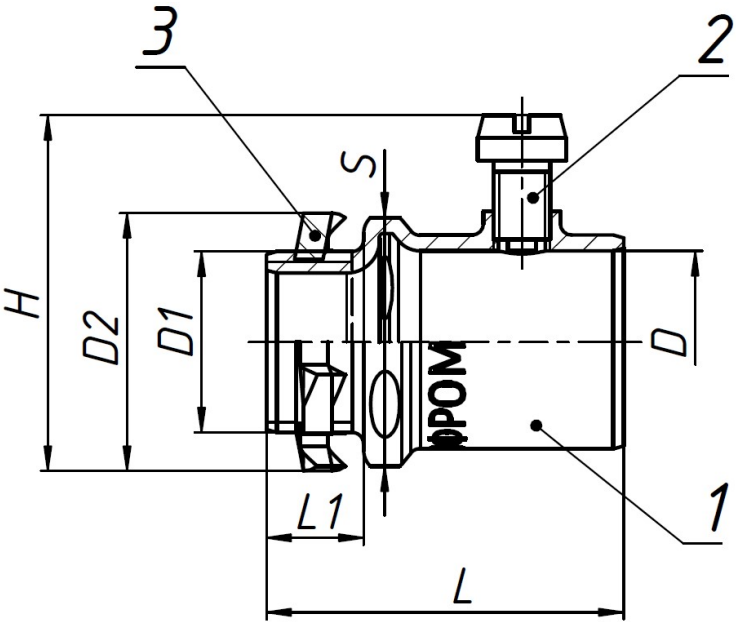

Рисунок 1 - Муфта вводная IP40 ГОФРОМАТИК
Муфта вводная IP40 ГОФРОМАТИК состоит из: корпуса (1), винта установочного (2) (два винта установочных-для диаметра 0=40 мм и более) и гайки установочной заземляющей (3) (см. рисунок 1).